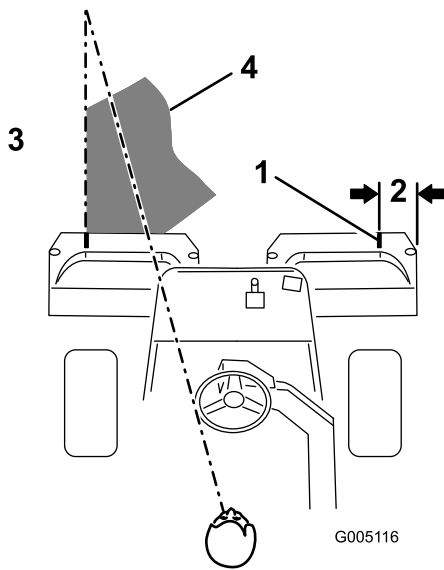

図 36
**注** グリーン内をぶれずにきれいに直進し、刈り込みの済んだ列との距離を一定に保って走るためには、車体前方 1.8 から 3 m のところに視線を置いて、刈り込み済みの済んでいる列にラインを合わせるようにするのがコツです 図 36。ハンドルを目印にして距離を合わせても良いでしょう。その場合、ハンドルの縁と本機前方の目標ラインとを重ねて見ながら運転します。